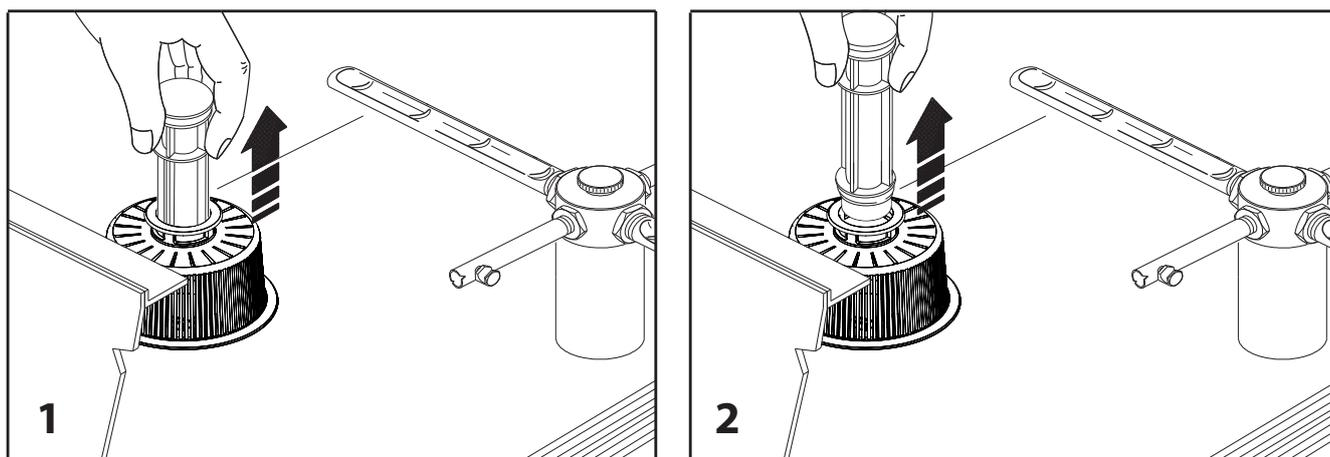

Abb. 16
2. Das Überlaufrohr abnehmen (Abb. 16)
3. Wenn der Geschirrspüler mit einer Ablasspumpe ausgestattet ist muss vor dem Abschalten das Überlaufrohr abgenommen (Bild 16) und die Pumpe mit der TASTE ABLASSPUMPE in Gang gesetzt werden (siehe Abs. 4.6). • Am Ende des Abpumpens wird die Spülmaschine automatisch abgeschaltet Von der Stromversorgung trennen